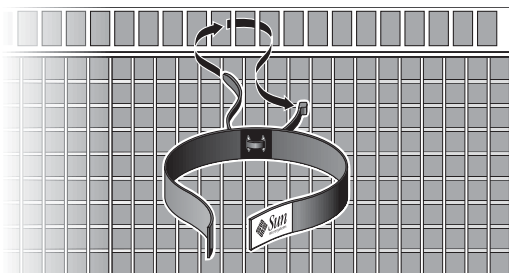

图 2-6 通风口处带有捆绑圈的黑色电缆悬挂带
3. 用 6.0 英寸（15.2 厘米）的黑色电缆悬挂带（4 号）上的捆绑圈牢固地将电缆悬挂带系到通风口上（图 2-6）。